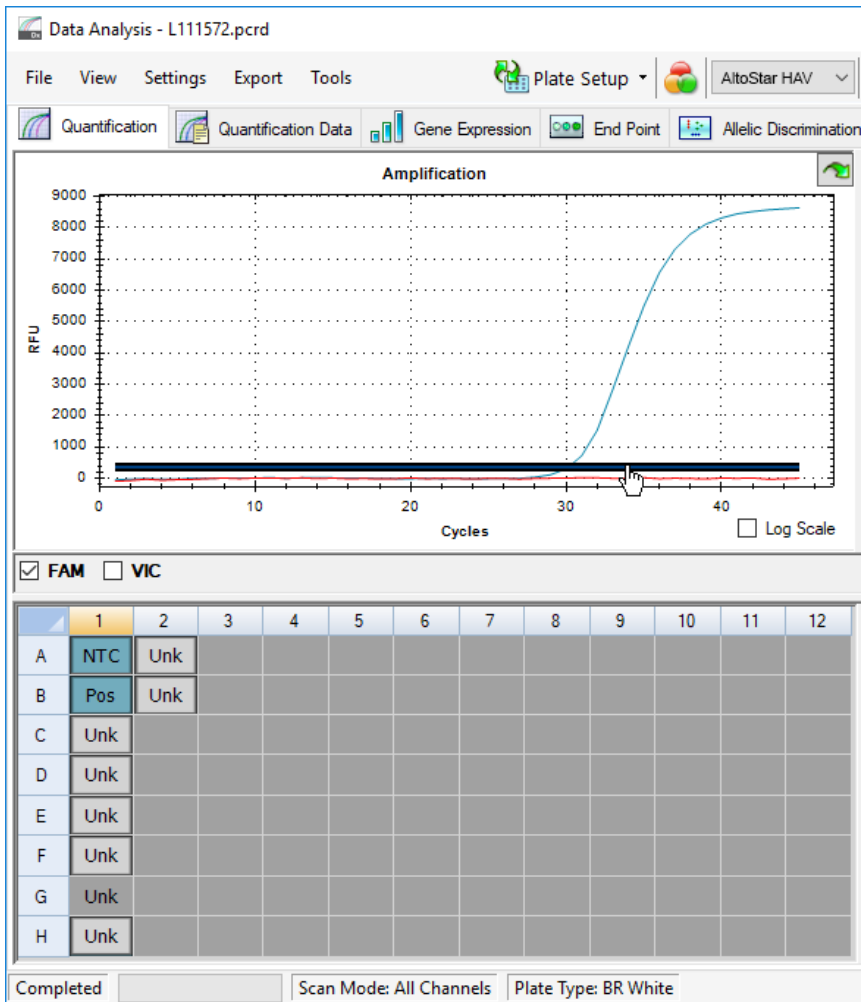

Figura 10: Ventana Data Analysis (análisis de datos): configuración del umbral FAM™
5. En la parte izquierda de la ventana Data Analysis (análisis de datos) quite la marca de la casilla de verificación **VIC** y marque la casilla **FAM** para el canal de detección del HAV objetivo (consulte la figura 10).
6. Seleccione únicamente los pocillos que contienen el NTC y el PC en la vista de placa de la ventana Data Analysis (análisis de datos) (consulte la figura 10).
7. Arrastre el pocillo de umbral por encima de la señal del NTC hacia el área exponencial de la señal de PC (consulte la figura 10).